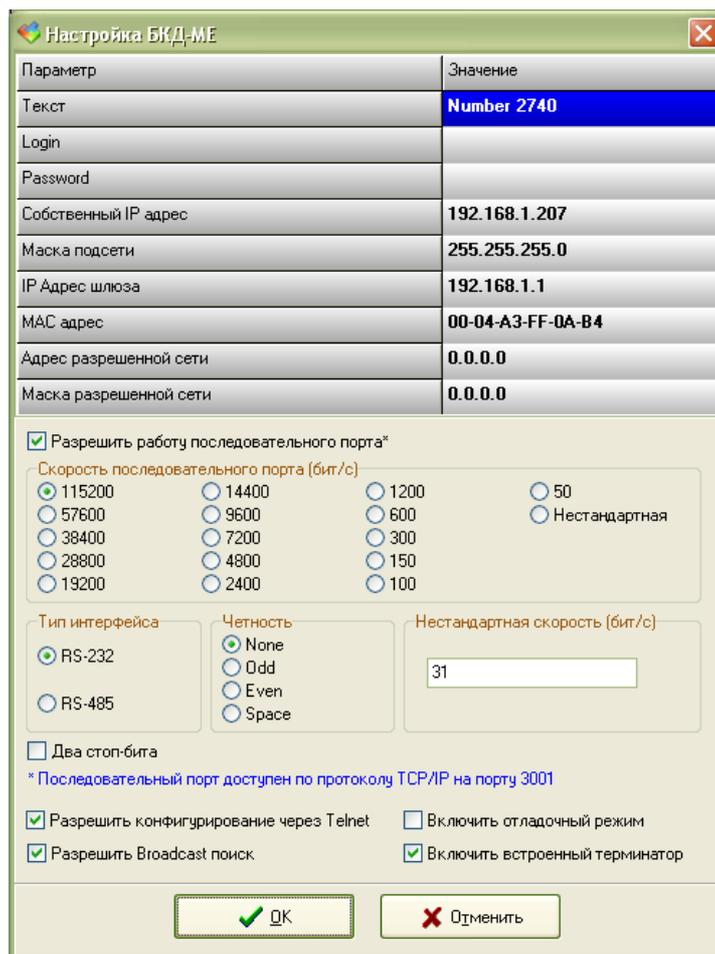

Рисунок 14
6) Откроется окно конфигурации БКД-МЕ (рисунок 14). Набор параметров, доступный для редактирования аналогичен, описанному в разделе «Конфигурирование БКД-МЕ через последовательный интерфейс» (таблица 8).